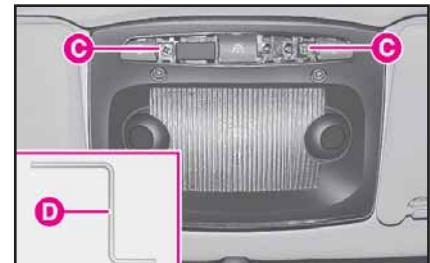

fig. 191
**1)** Retire la llave Allen **D** (fig. 191) para el accionamiento de emergencia del techo de la bolsa portaherramientas.
**3)** afloje los tornillos **C** (fig. 191) y quite la lámpara, separándola de los ganchos anteriores.